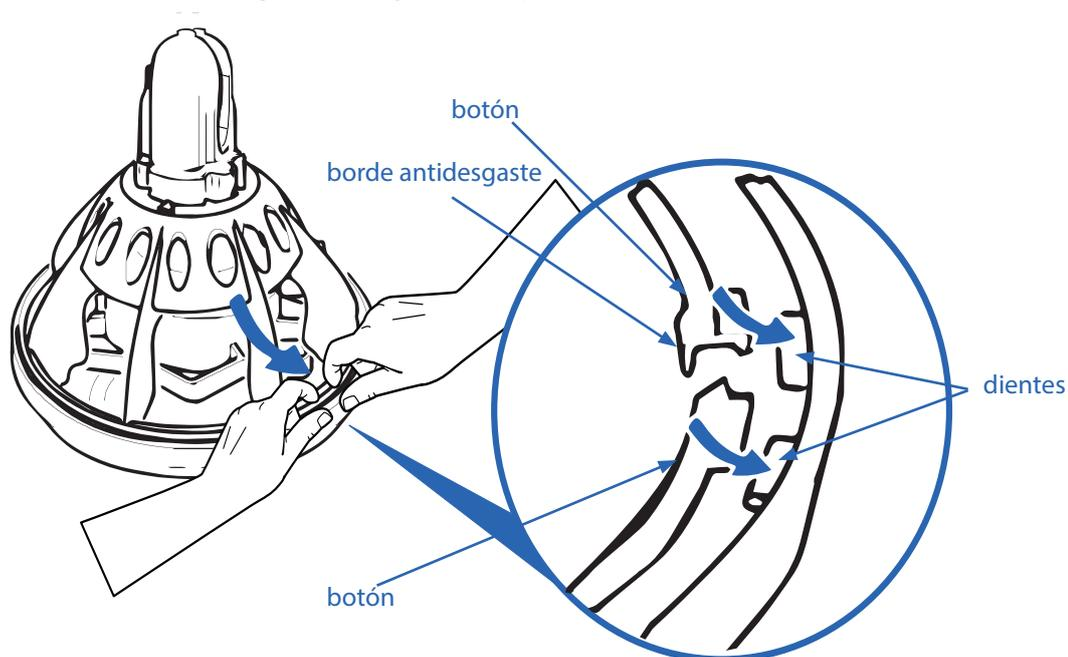

Fig. 05.17. Enganche del plato al comedero.
- Para fijar el plato al comedero, presione las dos alas de la rejilla **05** que están diametralmente opuestas al gancho al mismo tiempo que acompaña el plato hacia la rejilla hasta el punto en que ésta se engancha al plato por medio de los dientes. Asegúrese que el borde antidesgaste se adapta perfectamente al borde interno del plato. Después de lo cual apriete los “botones” para el cierre seguro de la rejilla (Fig. 05.17.).